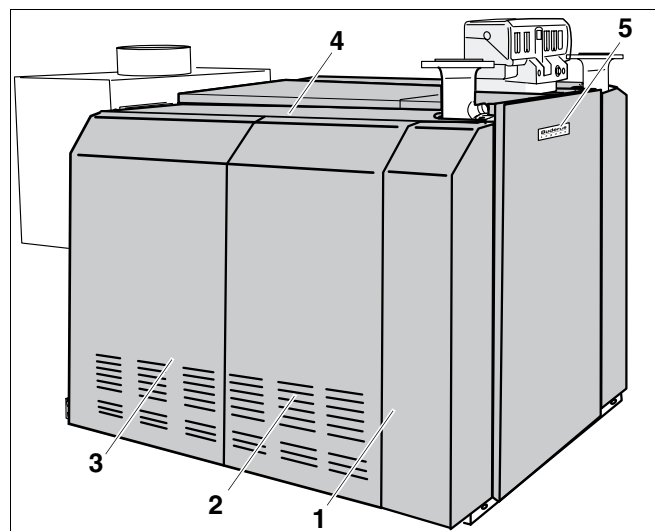

Fig. 72 Montarea Logano GE434
- Pereții laterali din spate (fig. 72, **poz. 3**) și, dacă sunt prezenți, pereții mediani se fixează (fig. 72, **poz. 2**) în partea de sus de carcasa laterală ale cazanului (fig. 72, **poz. 4**) și se înșurubează în partea de jos de soclul longitudinal cu șuruburi 3,9 x 9,5.
- Plăcuța de identificare (Logano GE434) (fig. 72, **poz. 5**) din punga cu "Documentație tehnică" se poziționează pe peretele frontal.